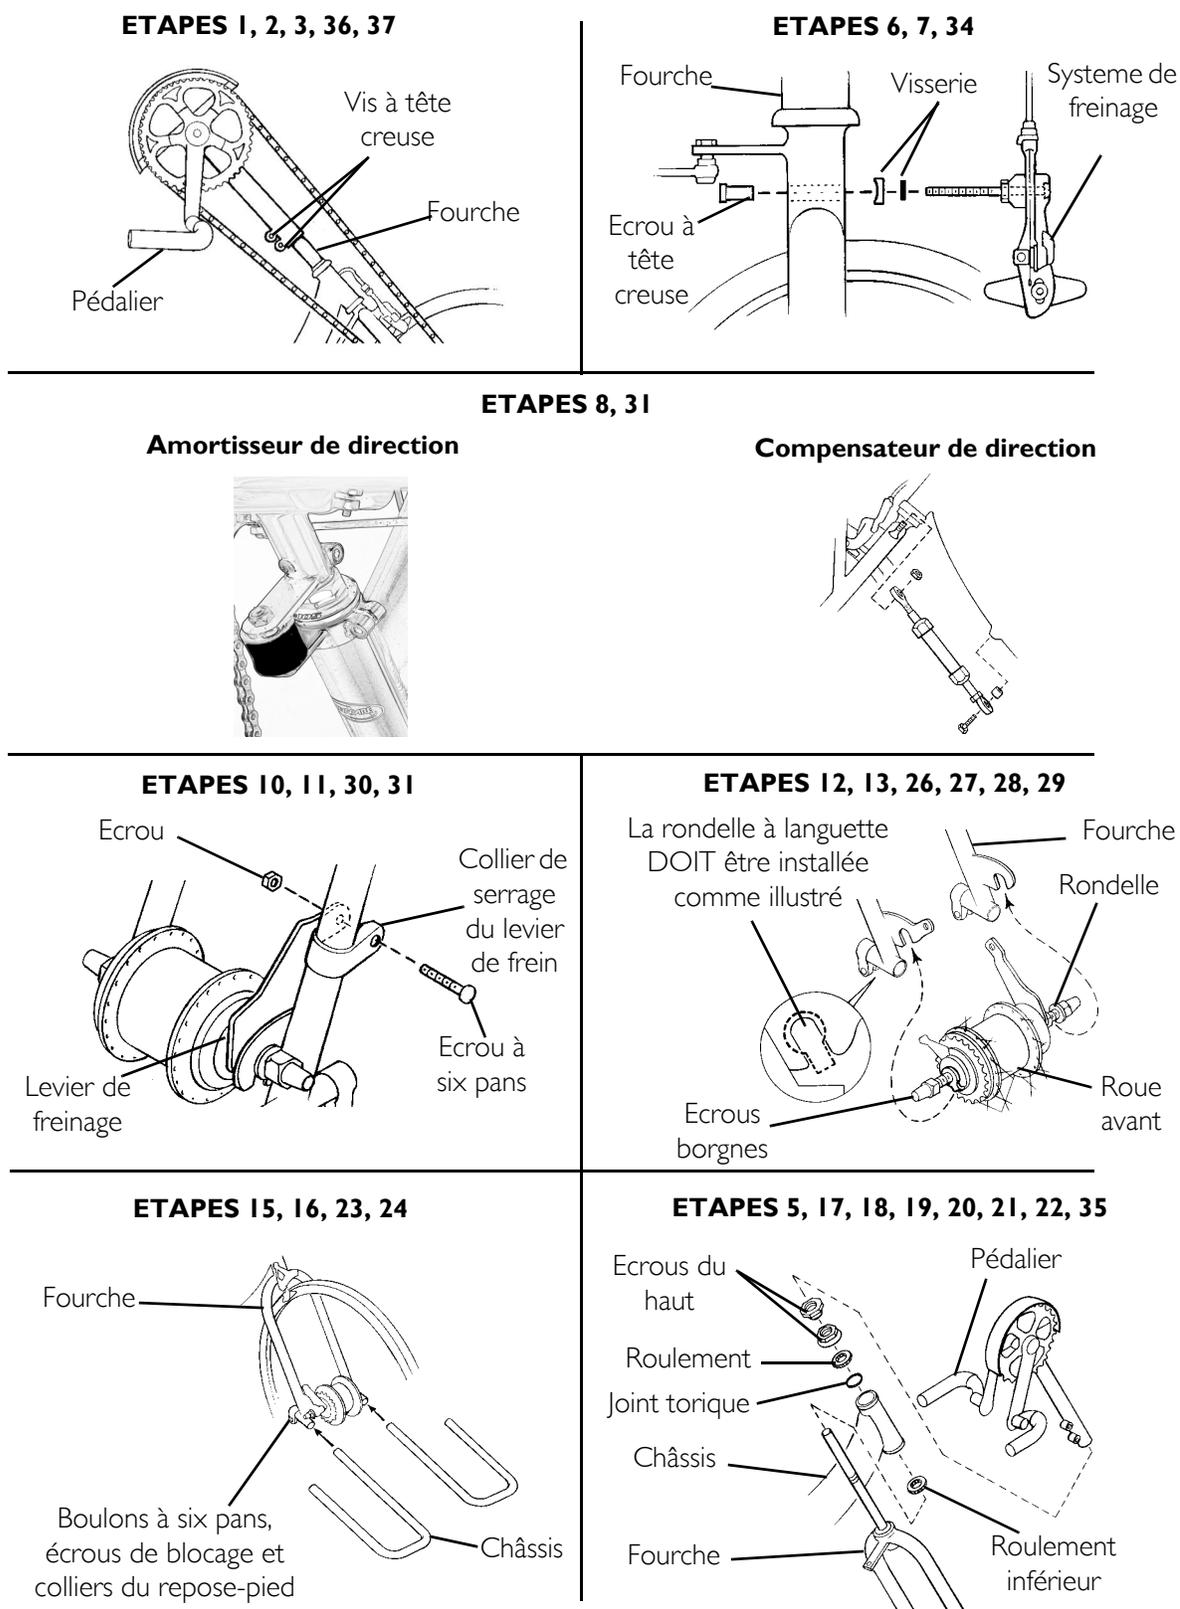

FIGURE 8.1 Remplacer la Fourche/le pédalier
REMARQUE : Pour cette procédure, se reporter à FIGURE 8.1 en page 52.
19. Faites glisser le roulement inférieur dans la nouvelle fourche. Reportez-vous à FIGURE 8.1 pour une orientation correcte.
21. Placez le joint torique et le roulement sur la nouvelle fourche. Reportez-vous à FIGURE 8.1 pour une orientation correcte.
22. Mettez les deux écrous sur la nouvelle fourche et serrez-les bien. Reportez-vous à FIGURE 8.1 pour une orientation correcte.